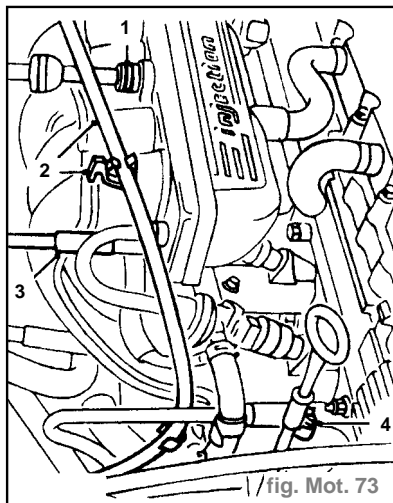

fig. Mot. 73
- Dégager le câble d'accélérateur de la came de papillon (2).
- Appuyer sur la bague en plastique (1) du connecteur rapide et débrancher le flexible à dépression de servofrein du collecteur d'admission (fig. Mot. 73).